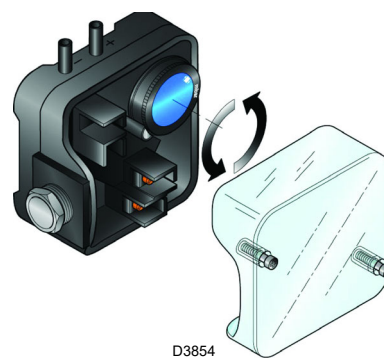

Fig. 28
- Régler le pressostat d'air (Fig. 28) en début d'échelle.
Effectuer le réglage du pressostat air après avoir effectué tous les autres réglages du brûleur avec le pressostat air réglé en début d'échelle (Fig. 28).